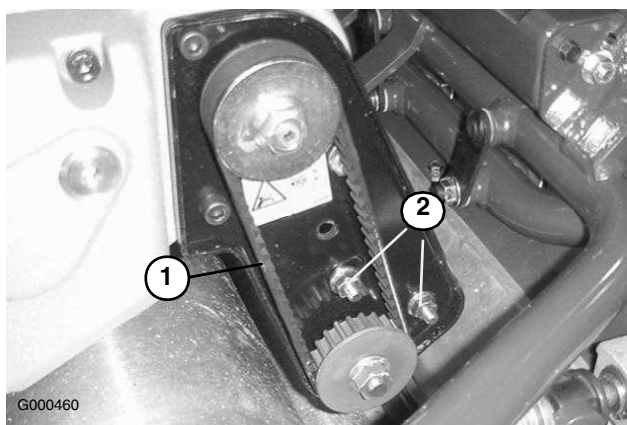

Figure 36
A. Desserrez les écrous de montage du logement de roulement (Figure 36).
C. Serrez les écrous de fixation du logement de roulement (Figure 36). Ne tendez pas la courroie excessivement.